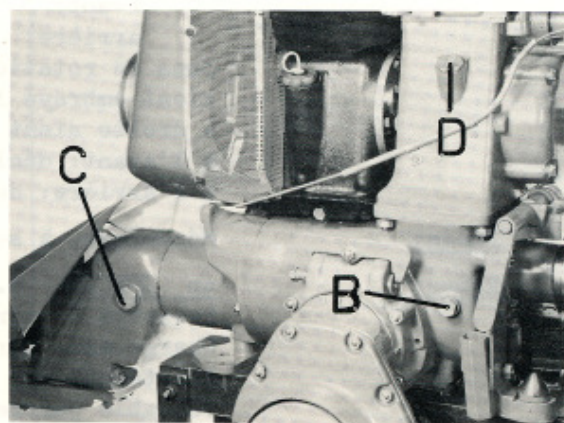

Fig. 2
5. Oel im Getriebe und Messerantrieb (Fig.2):
5. Huile dans la boîte à vitesse et entraînement du couteau: (Fig.2):